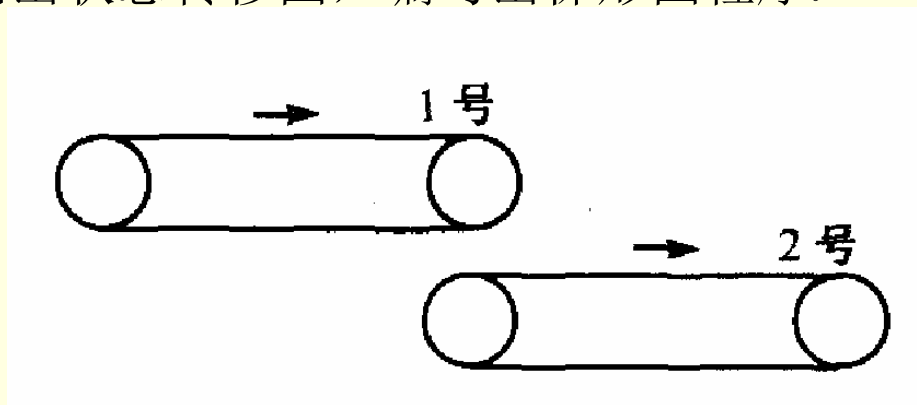

图5-44 题4的图
4. 图5-44中的两条书室运输带顺序相连，按下起动按钮，2号运输带开始运行，10s后1号运输带自动起动。停机的顺序与起动的顺序刚好相反，间隔时间为8s。画出状态转移图，编写出梯形图程序。